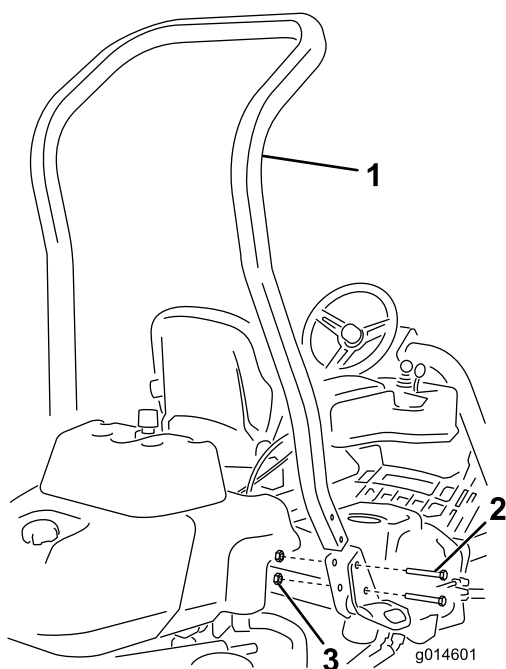

图3
3. 使用 4 个螺栓（1/2 x 3-3/4 英寸）和 4 个凸缘螺母（1/2 英寸）将翻车保护杆安装到机器两侧的卡槽中（图3）